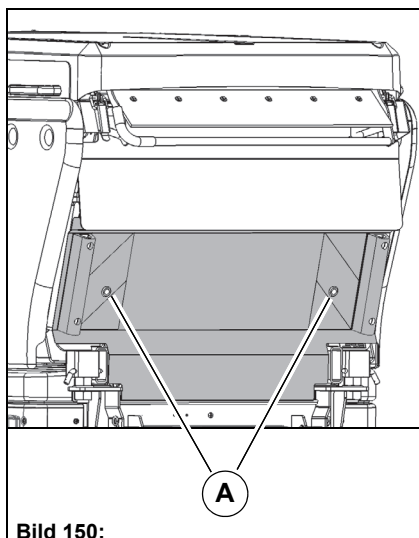

Bild 150:
1. Starta och kör fordonet till användningsplatsen. Dra åt parkeringsbromsen. Öppna luckan **Bild 150-A**.